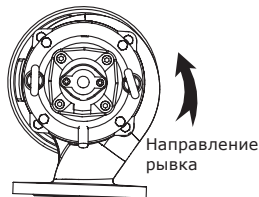

Рис. 6 Вид сверху. Направление рывка при пуске
3. Если насос подключен правильно, рывок будет в сторону, противоположную правильному направлению вращения. См. *рис. 6*.